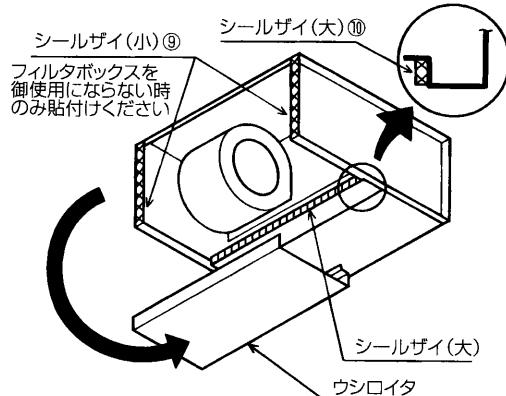

図4
1. ウシロイタを外し(ネジ6本)図の方向に付け換えてください。(図4)
2. 付属のシールザイを図の位置に貼付けてください。(図4)
フレア断熱②のつぎ目をテープにて固定し、図4に示す位置でパンタイ(中)④にて固定してください。(図4参照)